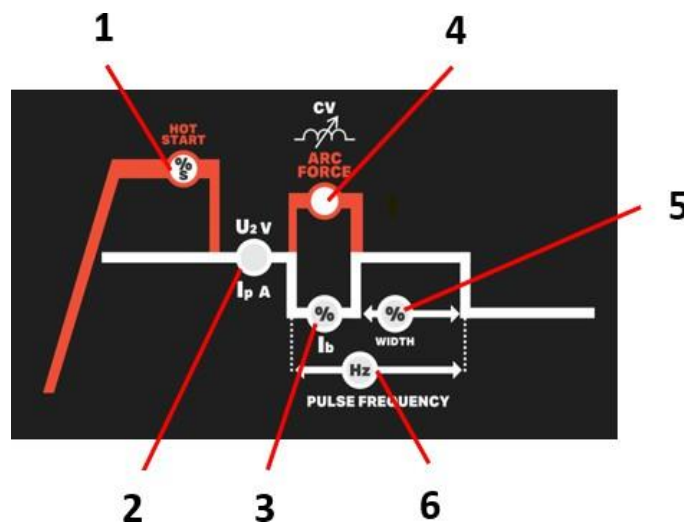

Fig. 1 - Parámetros MMA
Para DC 253-603 (Ver los Artículos de la Fig. 1)
Para DC 323 - 403 (Ver los Artículos de la Fig. 1)
- Ajustar el valor de la corriente al diámetro del electrodo (Fig.1 - 2), según la siguiente tabla, para ajustar las máquinas según el electrodo a utilizar e iniciar la soldadura.